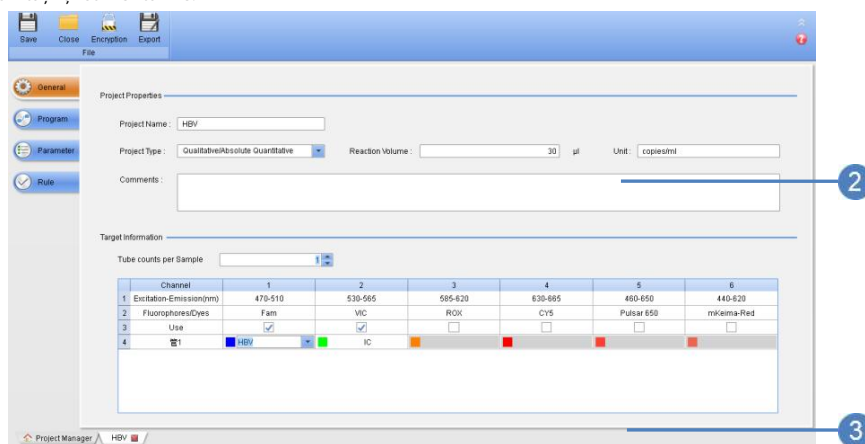

Fig 7-2
2. Apoi faceți clic pe **General** pentru a merge la următorul ecran (Fig 7-2). Introduceți „HBV” în **Numele proiectului** din domeniul; în **Tip de proiect** din meniul derulant, selectați **Calitativ/Absolut Cantitativ**. Introduceți „30” în **Volumul de reacție** din domeniul. Dacă este necesar, editați informațiile unității și comentariile.